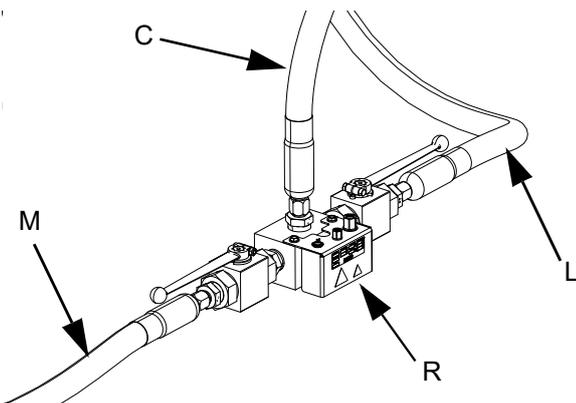

FIG. 23
- c. Ligue a mangueira em tandem 1 (L) e a mangueira em tandem 2 (M) do sistema de abastecimento ao bloco de tandem (R). Consulte a FIG. 23.
- d. Ligue a mangueira de abastecimento 1(C) ao bloco de tandem (R). Consulte a FIG. 23.